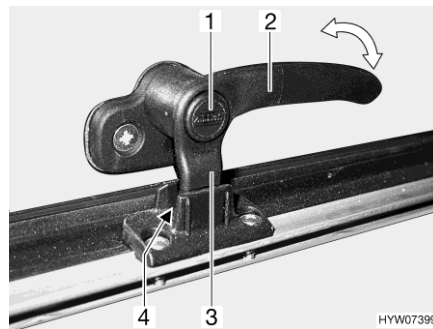
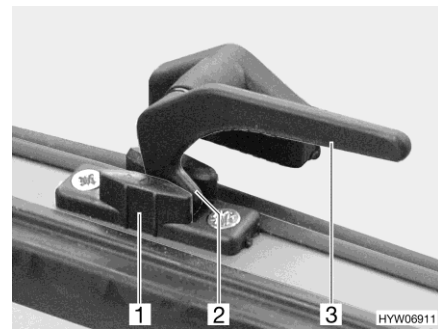

Fig. 116 Leva di serraggio con bottone di sicurezza in posizione "Aerazione continua"
Fig. 117 Leva di serraggio in posizione "Aerazione continua"
- In posizione di "Aerazione continua" (Fig. 116 e Fig. 117)
- Se presente, premere e tenere premuto il bottone di sicurezza (Fig. 116,1).
- Ruotare la leva di serraggio (Fig. 116,2 o Fig. 117,3) di un quarto di giro verso il centro della finestra.
- Girare nuovamente all'indietro la leva di serraggio. Riportare contemporaneamente il nasello di chiusura (Fig. 116,3 o Fig. 117,2) della leva di serraggio nella rientranza della chiusura della finestra (Fig. 116,4 o Fig. 117,1).
- Se presente, rilasciare il bottone di sicurezza (Fig. 116,1).